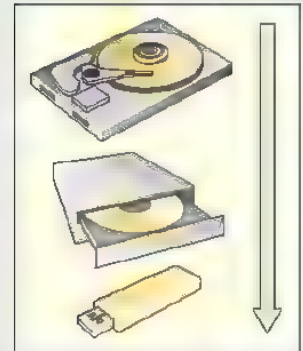

Bild 1: Bootsequenz
1. Beim Bootvorgang werden auf der Suche nach dem Laufwerk nacheinander bestimmte Laufwerke in einer im BIOS oder UEFI festgelegten Reihenfolge (**Bootsequenz Bild 1**) angesprochen. Wie kann durch die Einstellung der Bootsequenz die Dauer des Startvorgangs verringert werden?